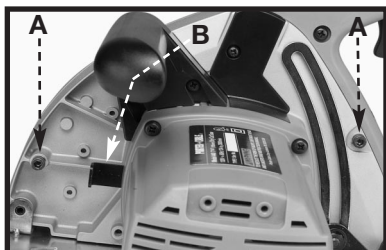
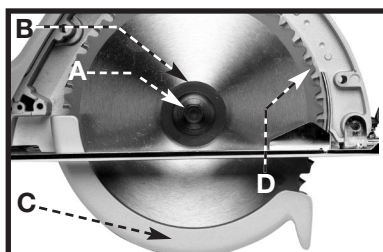

Fig. 7
Fig. 9
2. Use la llave hexagonal suministrada para quitar los dos pernos (A) Fig. 7 que sujetan el colector de residuos.
4. Empuje hacia dentro el cierre del portaherramienta (B) Fig. 7 y gire la hoja a mano hasta que el cierre se acople en el eje portaherramienta de la hoja.
5. Mientras sujeta el cierre de la hoja (B) Fig. 7, use la llave suministrada para aflojar el perno de retención de la hoja (A) Fig. 9.
6. Quite el perno de retención de la hoja, suelte el cierre de la hoja y quite la pestaña exterior de la hoja (B) Fig. 9.
2. Limpie la pestaña interior de la hoja y coloque la hoja nueva en el eje portaherramienta, asegurándose de que los dientes queden orientados hacia arriba como en la Fig. 9. **NOTA:** Utilice solamente las láminas que tienen un girándolo de 20mm, y que son para 4200 RPM o más arriba clasificadas.
4. Sustituya y apriete a mano de la mina-retención (A) Fig. 9 del perno, dándole vuelta a la derecha.
5. Empuje hacia dentro el cierre del eje portaherramienta (A) Fig. 7 y gire el eje portaherramienta a mano hasta que el cierre se acople en el eje portaherramienta. Apriete firmemente el perno de retención de la hoja con la llave suministrada y suelte el cierre del eje portaherramienta.
El protector telescópico (C) Fig. 9, es un dispositivo de seguridad muy importante para su protección. Cada vez que use la sierra, vea que el protector telescópico gire libremente y que regrese rápidamente y completamente a su posición cerrada. Antes de cada uso, limpie el área alrededor del cubo (eje) (B) del protector telescópico de todo el aserrín, la resina y etc. que se haya acumulado. (refiera a "QUITAR LOS ESCOMBROS") NO LUBRIQUE ESTA AREA. El cubo tiene una superficie con una capa de lubricante seco y no necesita aceite. NUNCA estorbe o encaje cuñas (piezas de madera) en el protector del disco para mantenerlo en la posición abierta.